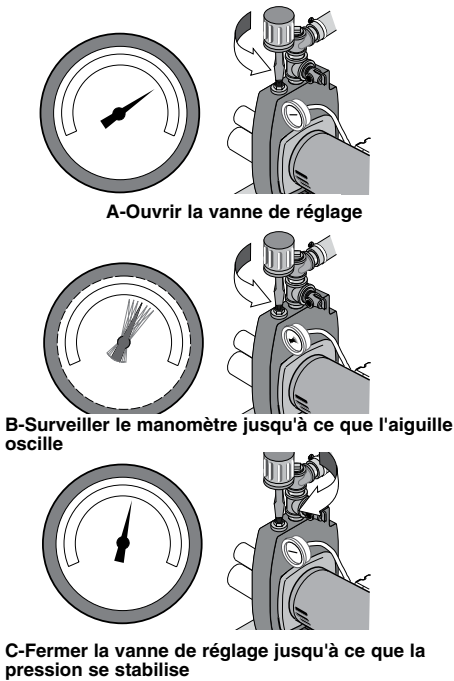

Figure 11 : Régler la vanne de réglage
- 5 ° **Puits Profond Seulement:** Lorsque la pression s'est accumulée et stabilisée à environ 50 lb/po², ouvrir lentement la vanne de réglage (voir la Figure 11) et laisser chuter la pression jusqu'à ce que l'aiguille du manomètre commence à osciller. Pendant que l'aiguille oscille, fermer suffisamment la vanne de réglage pour arrêter l'aiguille d'osciller (voir la Figure 11). La pompe fonctionne maintenant à son point le plus efficace.